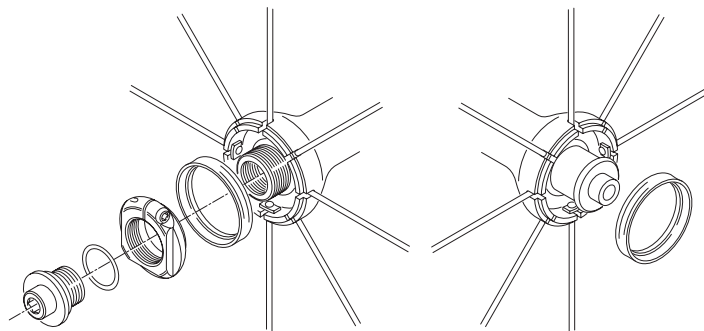

Fig. 27
- Togliete il coperchietto dal mozzo, estraete l'anello fermaraggi in plastica (Fig. 27). Per effettuare quest'ultima operazione sul lato del mozzo con la ghiera di registrazione è necessario prima rimuovere il dado di battuta e la ghiera stessa come descritto al capitolo 17.1.
- Remove the hub cover and slide out the plastic spoke stop ring (Fig. 27). To perform this operation on the side of the hub with the adjustment locking, the locator nut and the lockring itself must first be removed as described in Section 17.1.
- Die Abdeckung von der Nabe entfernen, den Speichenhalterungsring aus Kunststoff (Abb. 27) herausziehen. Um diesen Handgriff auf der Nabenseite der Einstellbuchse durchzuführen, ist es notwendig vorher die Anschlagmutter und die Einstellbuchse selbst zu entfernen. Siehe dazu Kapitel 17.1.
- Enlevez le couvercle du moyeu, extrayez la bague en plastique de blocage des rayons (Fig. 27). Pour effectuer cette dernière opération sur le côté du moyeu avec la bague de réglage, il faut d'abord enlever l'écrou de butée et la bague comme décrit au chapitre 17.1.
- Quitar la tapa del buje, sacar el anillo bloquea-radios de plástico (Fig. 27). Para llevar a cabo dicha operación del lado del buje con la virola de ajuste, primero hay que quitar la tuerca de tope y la virola, como consta en el capítulo 17.1.
- Verwijder de naafafdichting en neem de plastic spaakstopring weg (fig. 27). Om deze handeling goed uit te kunnen voeren aan de zijde met sluitmoer: de borgmoer en de sluitmoer zelf dienen eerst te worden verwijderd, zoals omschreven is in hoofdstuk 17.1